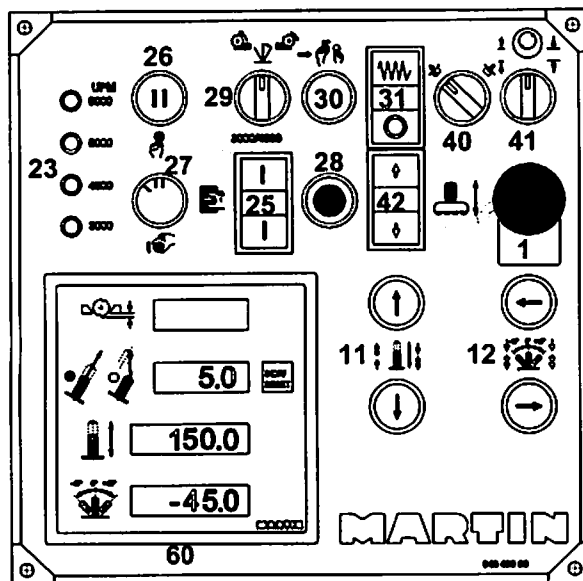

Bild 4.5
- Durch Betätigen der Taste 40 (siehe Bild 4.5, Seite 4.5) wird die Spindel pneumatisch arretiert
- Bei Bedienung der Taste 40 (siehe Bild 4.5) bei laufender Maschine schaltet die Maschine ab und bremst. Erst nach Ablauf der Bremszeit kann arretiert werden
- Zum Verstellen der Frässpindel in der Höhe dienen die beiden zweistufigen Drucktaster 11 (siehe Bild 4.5) - 1. Stufe Schleichgang (1/10 mm Bereich), 2. Stufe Eilgang
- Zum Schrägstellen der Frässpindel dienen die beiden zweistufigen Drucktaster 12 (Bild 4.5).
- Die jeweils eingestellte bzw. angewählte Drehzahl wird durch die Leuchtmelder 23 (Bild 4.5) der Drehzahlanzeige angezeigt.
- Anschließend die Maschine durch Drücken des Doppeldrucktasters 25 (Bild 4.5) starten.
- Soll auf die hohe Drehzahl 6000 oder 9000 UpM hochgeschaltet werden, so muß nach Drücken des Doppeldrucktasters 25 ca. 5 Sekunden gewartet werden, bevor man durch Drücken des Tasters 26 (Bild 4.5) und gleichzeitiges nach rechts Drehen des Drehschalters 27 (Bild 4.5) auf Position II, auf die oberen Drehzahlstufen weiterschalten kann.
- Bei Drücken des Tasters 26 (Bild 4.5) wird an der Drehzahlanzeige 23 stets die neu angewählte Drehzahl vorangezeigt und erst bei gleichzeitigem Drehen des Drehschalters schaltet die Maschine in die höhere Geschwindigkeit.
- Über den AUS-Taster 28 (Bild 4.5) wird die Maschine ausgeschaltet
schalter 29 (Bild 4.5) und der Bestätigungs-
taster 30 (Bild 4.5) gemeinsam betätigt werden.
Wahlschalter 40 (siehe Bild 4.5) nach rechts
Wahlschalter 40 (siehe Bild 4.5) nach links
- Mit dem Taster 31 (Bild 4.5) wird der Antrieb für
- Mit der Taste 41 (Bild 4.5) wird die Exzenter-
- Mit der Taste 42 (Bild 4.5) wird der Vorschub-